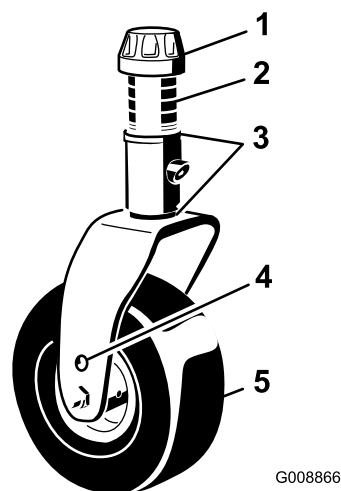

Figura 29
3. Ajuste los suplementos de 3 mm (⅛") de las horquillas de las ruedas giratorias delanteras hasta que la altura de corte se corresponda con la marca de la pegatina (Figura 29); consulte Ajuste de la altura de corte \(página 27\).